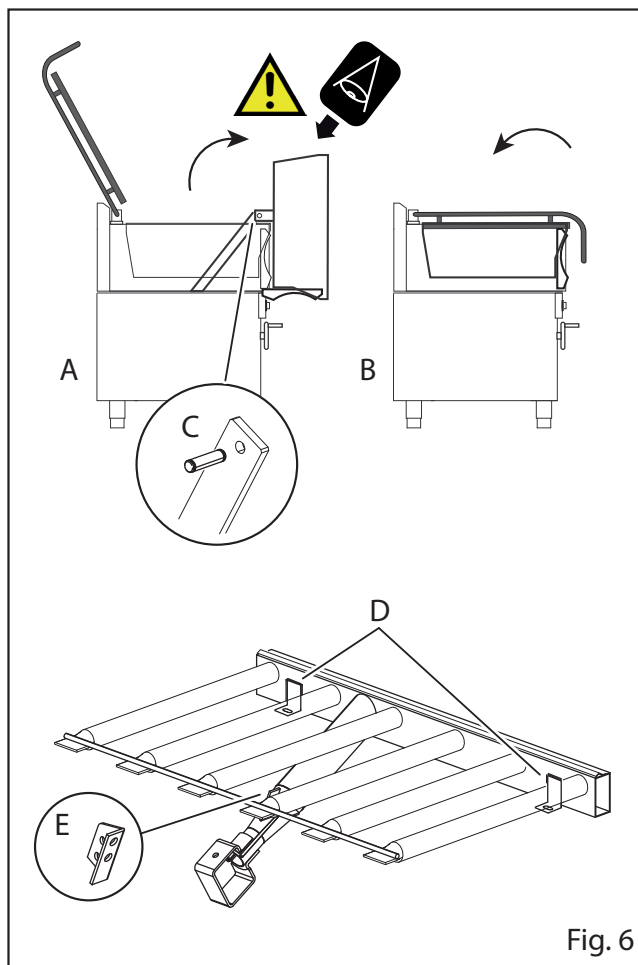

Fig. 6
- Agir sur le croisillon et soulever le bac en position verticale (Fig. 6/A)
- Dévisser l'embout de fixation de la rallonge de l'élément basculant (Fig. 6/C)
- Dévisser l'équerre du corps pilote et les fixations du brûleur (ex.: Fig. 6/D+E)
- Remettre le bac en position horizontale (Fig. 6/B)
- Dévisser la fixation du brûleur et l'équerre du corps pilote (Fig. 6/D+E)